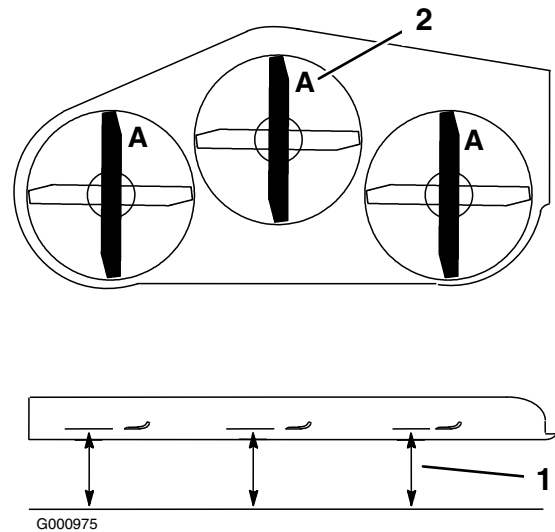
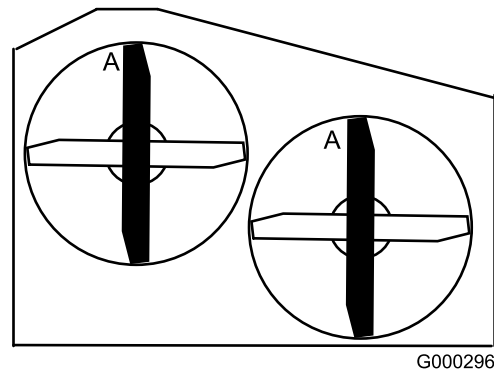

Figure 73
Figure 74
3. Placez la machine sur une surface plane, et tournez une lame dans le sens longitudinal. Mesurez au point A et entre la surface plane et le bord coupant des pointes des lames (Figure 73) Pour les plateaux de coupe de 36 pouces, reportez-vous à la Figure 74.